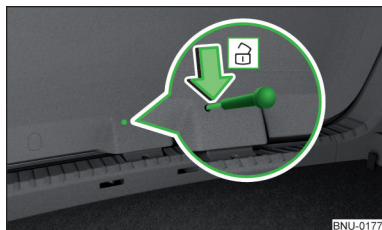

Fig. 331
- Introduzca un destornillador o una herramienta similar hasta el tope en la apertura del revestimiento de trampilla » fig. 331.